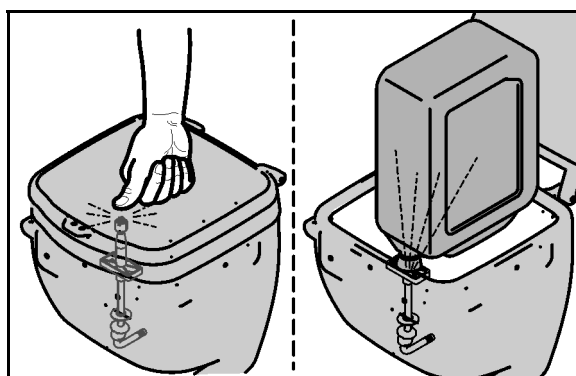

Fig. 54
- Det lukkede klappedæksel trykkes nedad (Fig. 54).